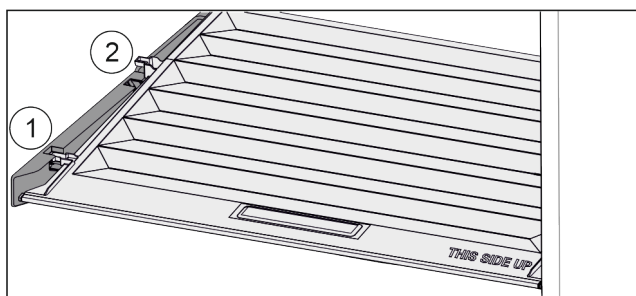

Fig. 59
- ▶ Pokrywę pociągnąć do przodu Fig. 59 (1), aż otworzy się w elementach trzymających.
- ▶ Podnieść tył od dołu i w wyjąć Fig. 59 (2) go do góry.